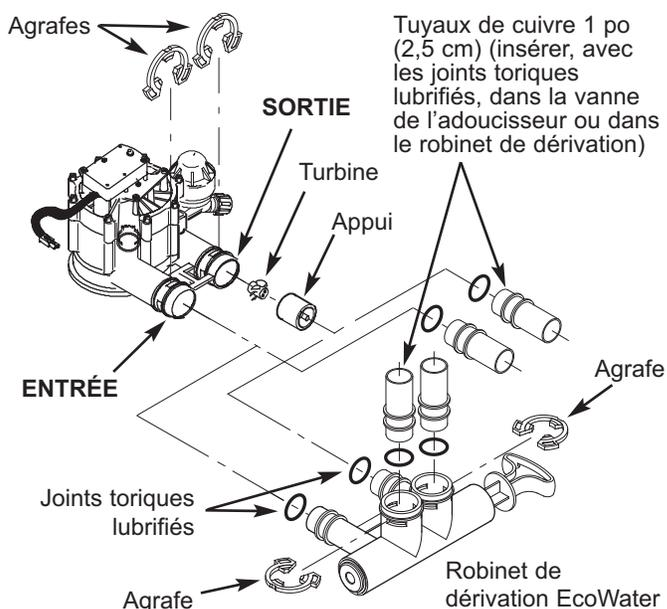

FIG. 10
- Pose d'un robinet de dérivation simple : placez les joints toriques lubrifiés dans le robinet, puis insérez-le dans les orifices d'entrée et de sortie de la vanne (cf. Figure 10).
- Pose de trois robinets de dérivation : placez les joints toriques lubrifiés dans les tuyaux de cuivre; insérez un tuyau dans l'orifice d'entrée, puis l'autre dans l'orifice de sortie de la vanne (cf. Figure 10).